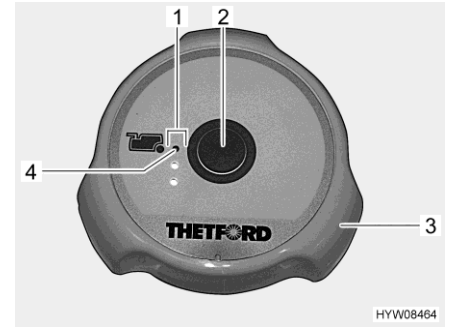

Bild 202 Spülknopf/Kontroll-Leuchten (Thetford-Toilette)
Spülen: ■ Vor dem Spülen den Schieber der Thetford-Toilette öffnen. Dazu den Drehgriff (Bild 202,3) entgegen dem Uhrzeigersinn drehen.
■ Zum Spülen den blauen Spülknopf (Bild 202,2) drücken.
■ Nach dem Spülen den Schieber schließen. Dazu den Drehgriff (Bild 202,3) im Uhrzeigersinn drehen.
Die Kontroll-Leuchten (Bild 202,1) zeigen den Füllstand des Fäkalientanks an. Wenn die rote Kontroll-Leuchte (Bild 202,4) leuchtet, muss der Fäkalientank entleert werden.